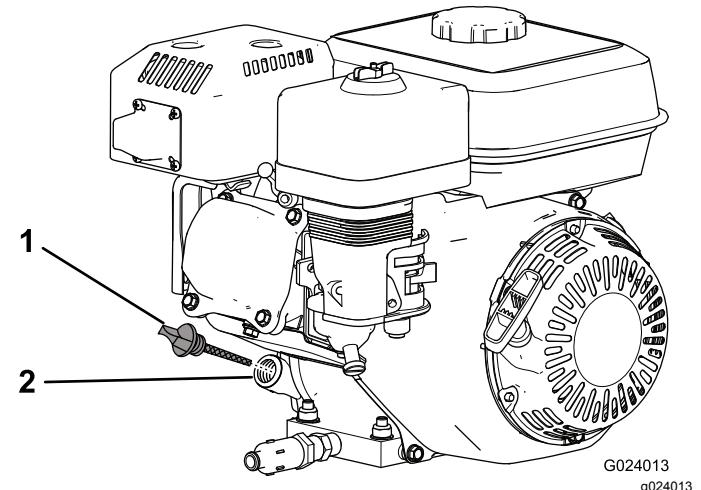

图18
- 关闭发动机等待发动机冷却然后清洁加油颈盖/量油尺附近的区域 图18。